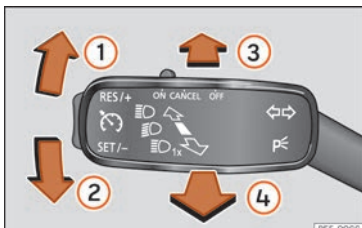

Abb. 109 Blinker- und Fernlichthebel.
- Drücken Sie den Blinker- und Fernlichthebel aus der Ausgangsstellung nach vorne » **Abb. 109** . Wenn die Kontrollleuchte  am Bildschirm des Kombi-Instruments aufleuchtet, ist der Fernlichtassistent eingeschaltet.
- **ODER:** Ziehen Sie bei eingeschaltetem Fernlicht den Blinker- und Fernlichthebel nach hinten » **Abb. 109** .